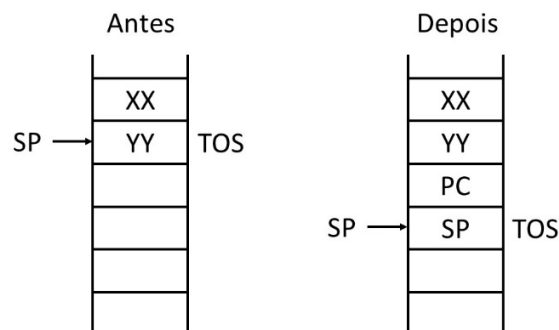

Figura 4.6. Situação da pilha antes da interrupção e após o desvio para a interrupção.
É interessante ver o uso da pilha pelo processo de interrupção. A Figura 4.6 apresenta o estado da pilha antes e depois, quando a rotina de interrupção começa a ser executada. Como o Contador de Programa (PC) é armazenado na pilha, ao retornar da interrupção, a execução continua a partir da próxima instrução. Veja que o Registrador de *Status* também é guardado na pilha, com isso, as *flags* de *Carry*, *Zero*, etc que, porventura, estavam em uso pelo programa interrompido, são preservadas. Veremos que o regresso de uma interrupção restaura este registrador.